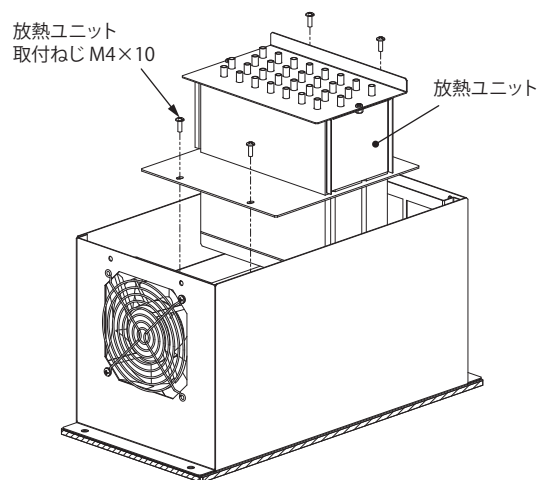

図 8
2. 放熱ユニット取付ねじ M4×10 (4 か所) を外してください。(図 8)
3. 放熱ユニットを上に取り上げ取り外してください。(図 8)